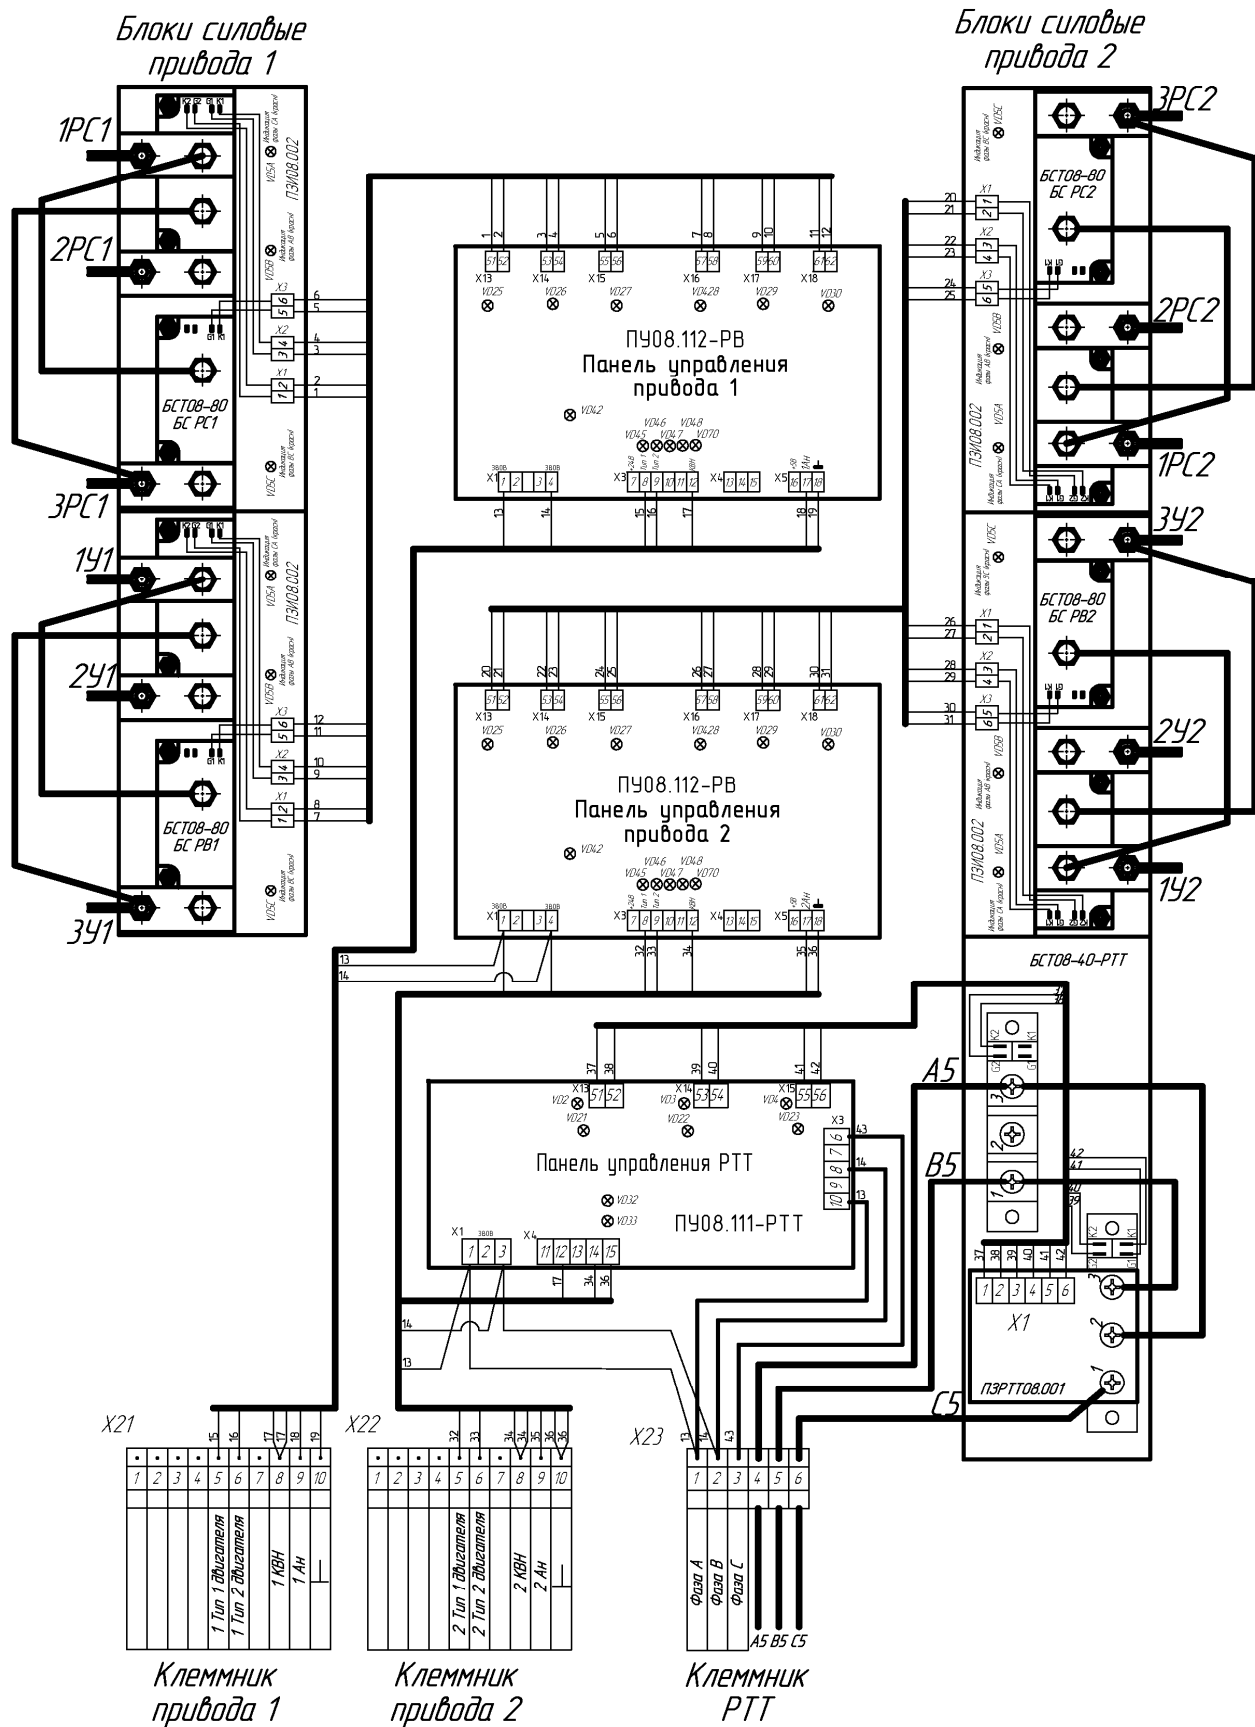

Рисунок 2 – Схема электрическая внутренних и внешних соединений шкафа
4.5 К регулятору РТТ подключены три силовых провода А5,В5,С5 от нагрузочных резисторов (4 Ома в каждой фазе) и три информационных провода от сети крана А, В, С. Эти провода подключены к клеммнику Х23 (рисунок 2).
5.4 Работа регулятора тормозного тока описана ниже (рисунок 2).